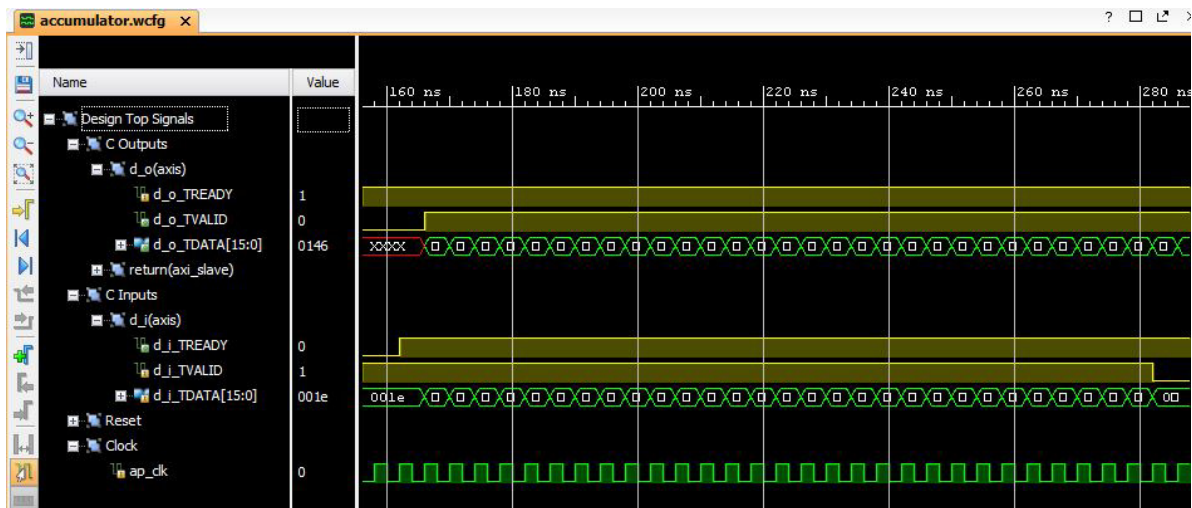

Abbildung 31: Co-Simulation
- Drücken Sie nun noch den Knopf `Open Wave Viewer` in der Toolbar (oder: `Solution > Open Wave Viewer`). Der Vivado Wave Viewer wird gestartet und die Traces der Inputs und Outputs des Designs werden geladen. In der Wave View können Sie dann sehen, wie die Eingangsdaten über das AXI-Stream-Interface gelesen werden und die Ausgangsdaten über das zweite AXI-Stream-Interface geschrieben werden. In Abbildung 31 kann man sehen, dass die Daten tatsächlich ohne Pause „gestreamt“ werden und wir somit den maximalen Durchsatz erhalten.